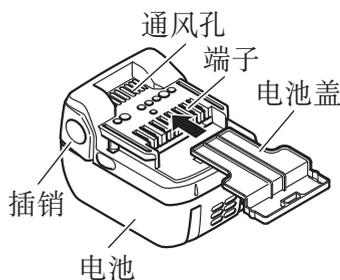

图 1
- 将电池装在电动工具内或切实按入电池盖直至盖住通风孔后保存以防短路。（参见图 1）